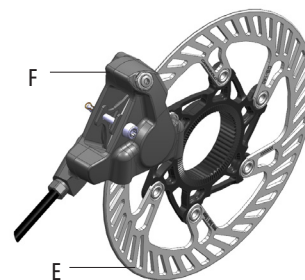

Fig.2
- rotore (E - Fig.2)
- pinza (F - Fig.2)